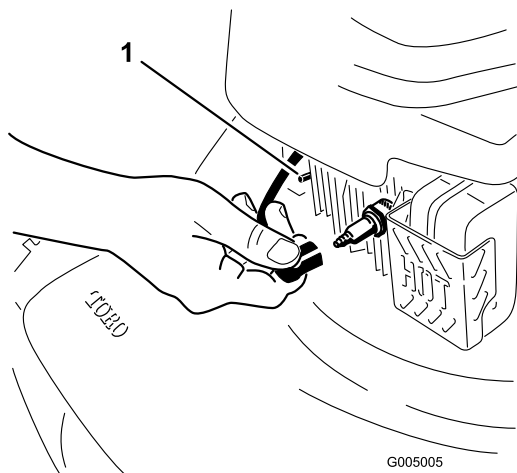

Figure 19
2. Débranchez la bougie et accrochez-la à la borne de retenue (Figure 19) avant d'entreprendre tout entretien.